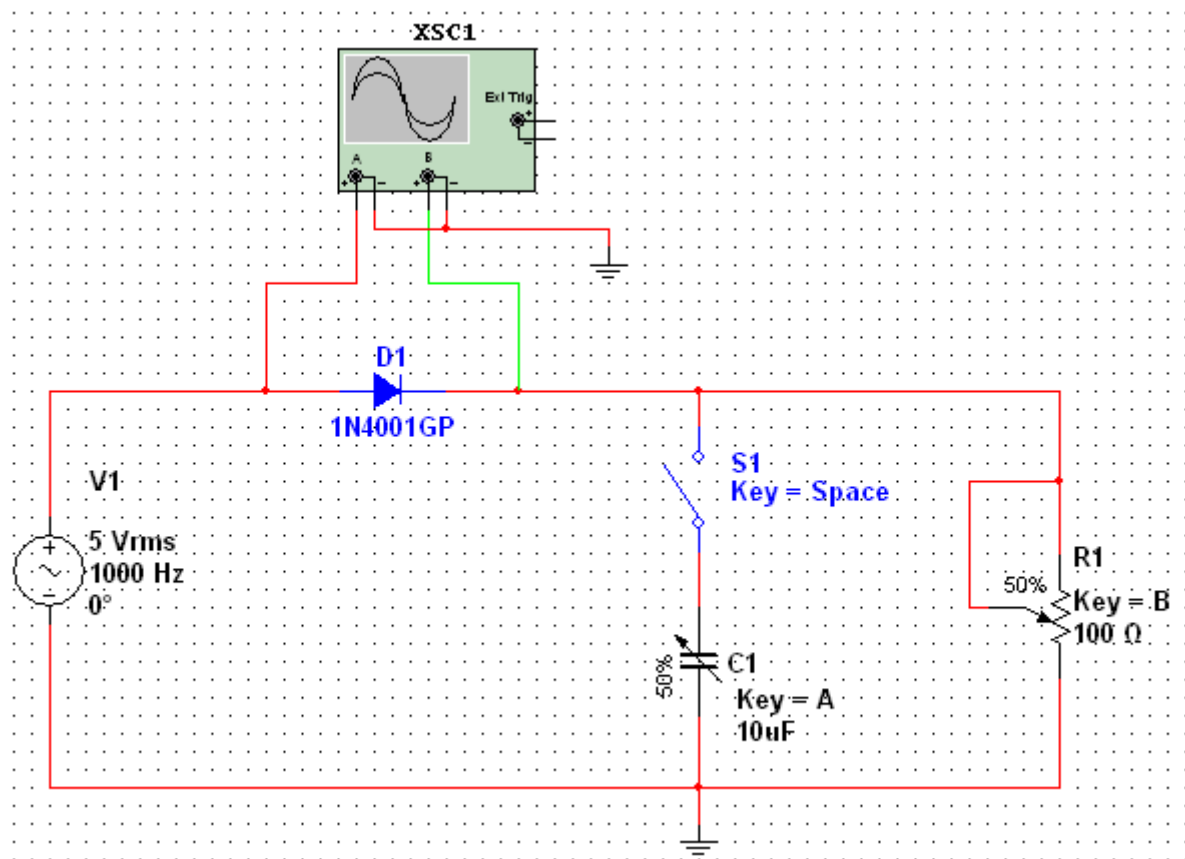

Рис. 2.7 Схема електрична принципова однонапівперіодного випрямляча на напівпровідниковому діоді
Середнє значення вихідної напруги U_d (постійна складова) однонапівперіодного випрямляча (рис. 2.7) визначається за формулою:
4. Побудувати схему однонапівперіодного випрямляча. Вивчити призначення всіх елементів схеми (рис. 2.7). Ключ DIPSW1 знаходиться в бібліотеці Basic, група SWITCH.